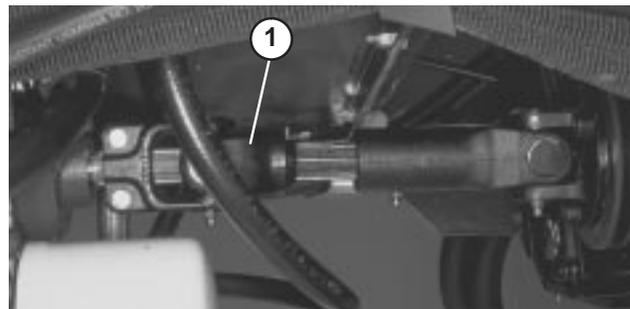

Figura 33
5. Cuando el remolcado esté completo, vuelva a instalar el eje de transmisión de la manera ilustrada en la Figura 33. Las acanaladuras están diseñadas de tal manera que sólo se ensamblan las dos mitades del eje cuando están correctamente orientadas.